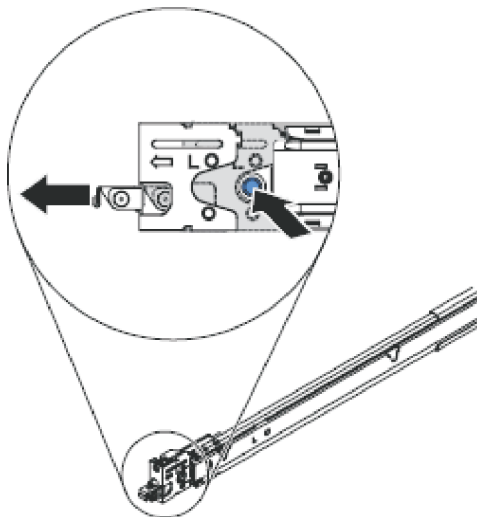

図 23. スライド・レールの前部端の準備
4. 図 23 に示すように、スライド・レールの前部端を準備します。